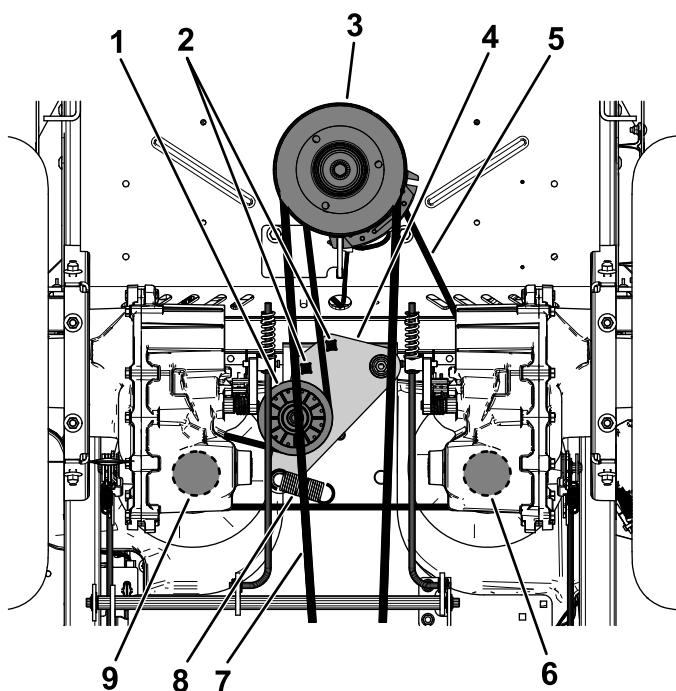

Figura 78
5. Insérez un rochet de ½ pouce ou une poignée articulée dans les trous carrés du bras de la poulie de tension pour détendre le ressort de la poulie de tension (Figura 78).
6. Retirez la courroie existante de la poulie de tension, des 2 poulies d'entraînement de pompe hydraulique et de la poulie du moteur (Figura 78).
7. Chaussez la courroie neuve sur la poulie de tension, la poulie du moteur et les 2 poulies de la pompe hydraulique (Figura 78).